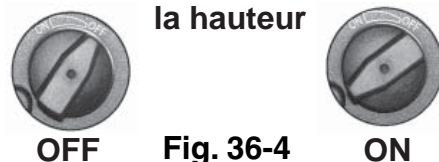

Fig. 36-4
2. Tournez le bouton de contrôle de flamme de hauteur (Fig. 36-3) dans le sens de la pleine position **ON** (Fig. 36-4) pour allumer le brûleur à BTU maximale. Après le brûleur principal s'allume, ajuster la hauteur de la flamme, comme indiqué dans la section suivante.